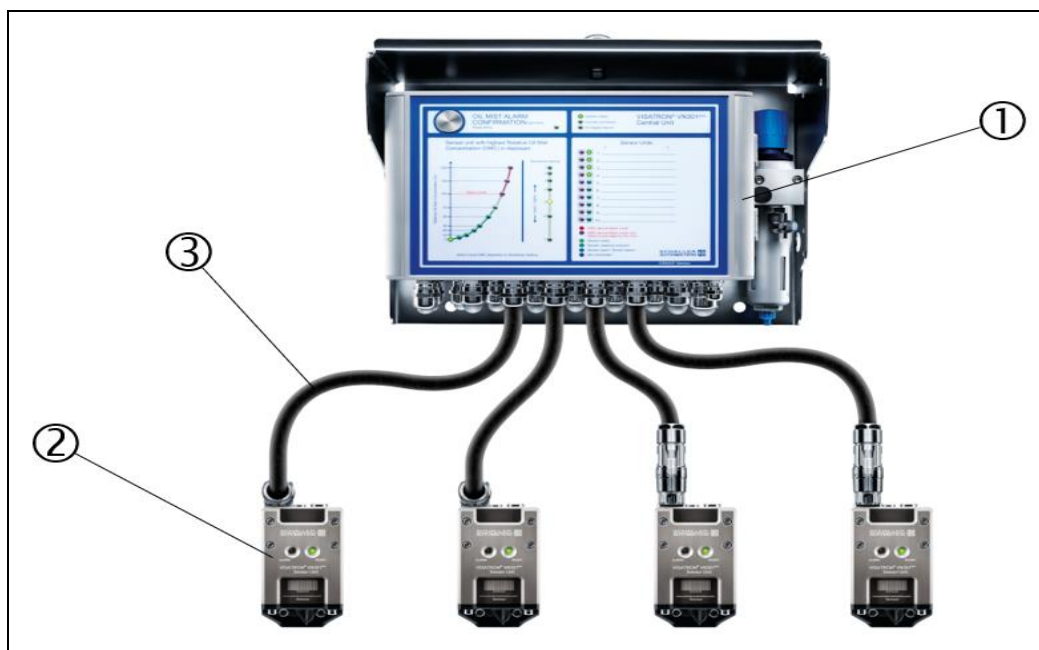

Fig. : 10 : Vue d'ensemble des composants du VISATRON® VN301^{plus}
La partie centrale du système de détection de brouillard d'huile est, comme le montrent les figures 10 et 11, l'unité de détection (pos. 2), qui comprend une section de mesure optique sous le couvercle de fermeture, ainsi que des LED indiquant à l'utilisateur des informations importantes dans des conditions de fonctionnement normales. L'unité centrale (pos. 1) est fixée sur la paroi du moteur par un capot de protection, ce qui la protège des vibrations.
Pour l'aspiration de l'atmosphère du brouillard d'huile hors du carter, le système de détection de brouillard d'huile fonctionne selon le *principe de Venturi*. Le principe de mesure de la détection est décentralisé, c'est-à-dire qu'une unité de détection est montée à un endroit défini sur chaque station de cylindre. Le procédé de surveillance est réalisé par un système de mesure optique dans le boîtier de l'unité de détection. Conformément aux figures 10 et 11, les données de mesure sont ensuite transmises à l'unité centrale (pos. 1) via un câble hybride (pos. 3) où elles sont évaluées.